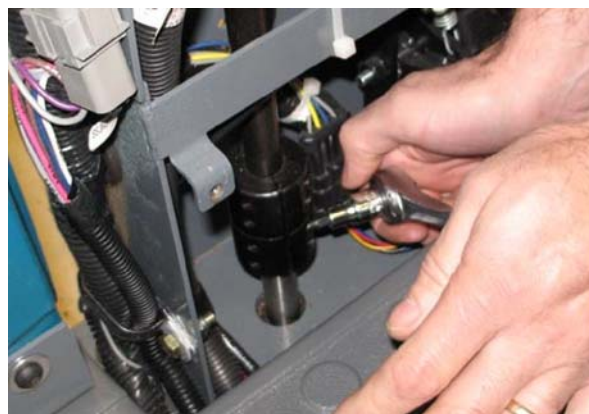

FIG. 12
12. Utilisez la douille fournie (4) pour desserrer les quatre vis à tête creuse du coupleur de direction. (Fig. 12)